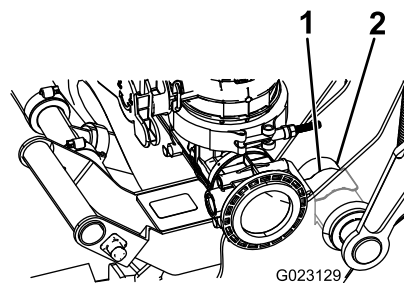

Рисунок 12
- D. Нажмите, чтобы хомут защелкнулся на поворотном корпусе, как показано на Рисунок 12.